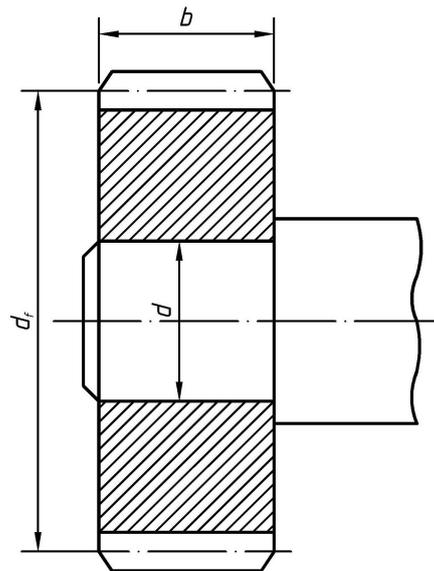

Рис. 10.2. Расчетная схема к задаче № 2
2. Рассчитать цилиндрическое соединение с натягом, состоящее из вала и шестерни (рис. 10.2). Диаметр вала под шестерней d , ширина шестерни b , диаметр окружности впадин шестерни d_f и передаваемый шестерней момент T приведены в табл. 10.2. Недостающими данными задаться.